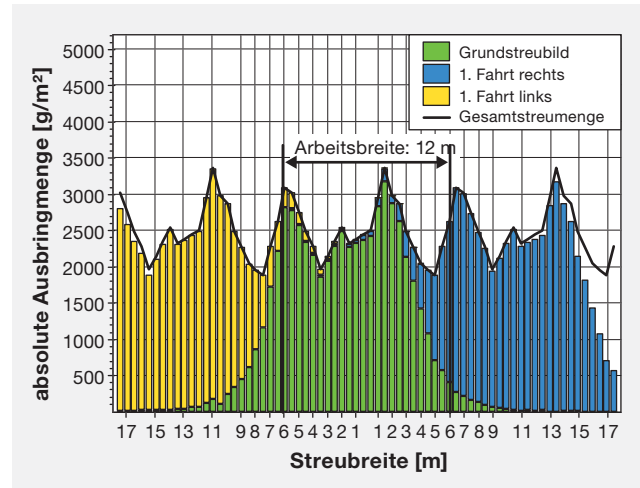

Bild 13:
Für eine Arbeitsbreite von 12 Metern und eine Ausbringungsmenge von 25 t Kompost/ha wurde ein Variationskoeffizient (VK) von 15,7 % erreicht. Im Bild 13 sind das Grundstreubild (Mengenverteilung nach Überfahrt) und das Gesamtstreubild darge-